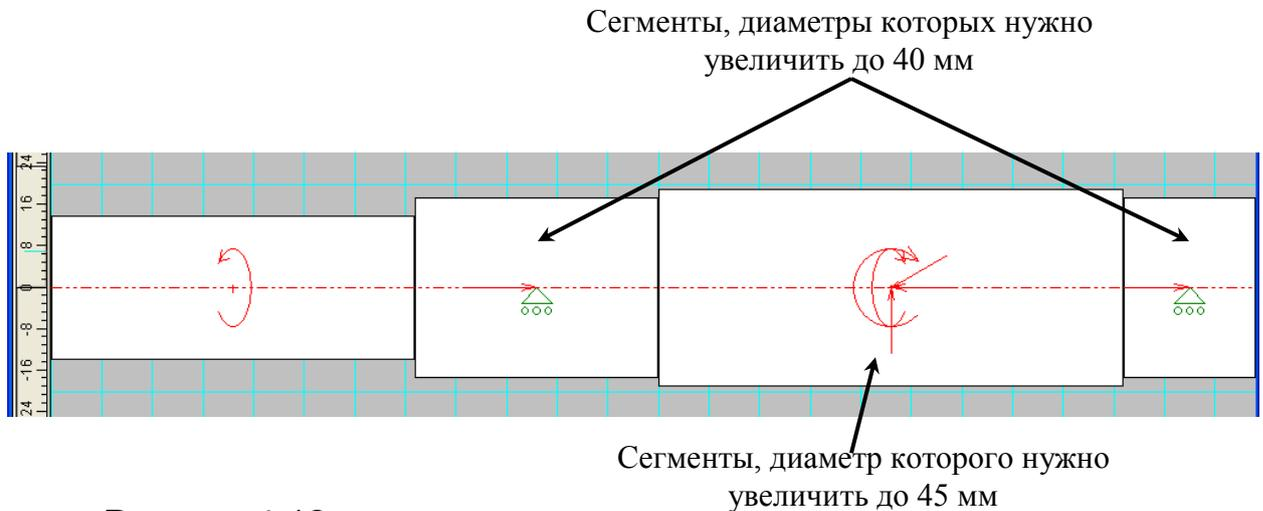

Рисунок 4.12
**Задание 6.1** Для просмотра параметров первого вала (рисунок 4.12) щелкните по нему правой кнопкой мыши и, выберите **Параметры**